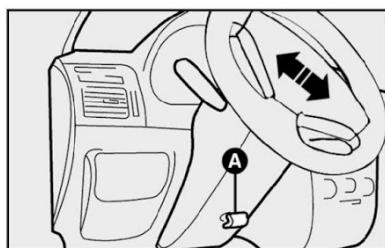

fig. 10
VOLANTE fig. 10 e 11
1) deslocar a alavanca **A** para a posição 2-fig. 10;